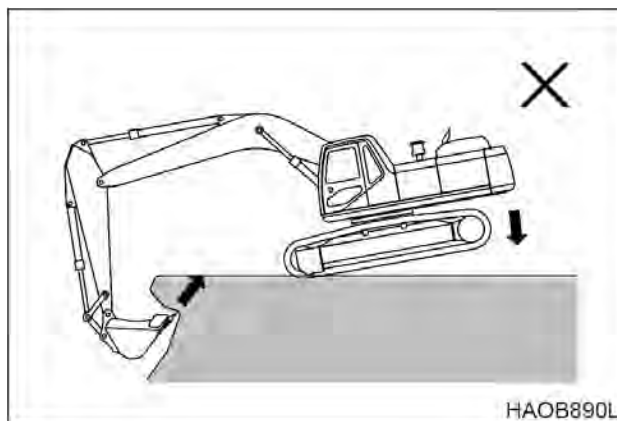

Рис. 56
7. ЗАПРЕЩАЕТСЯ использовать вес машины для придания дополнительного усилия отрыва. См. рис. 56.